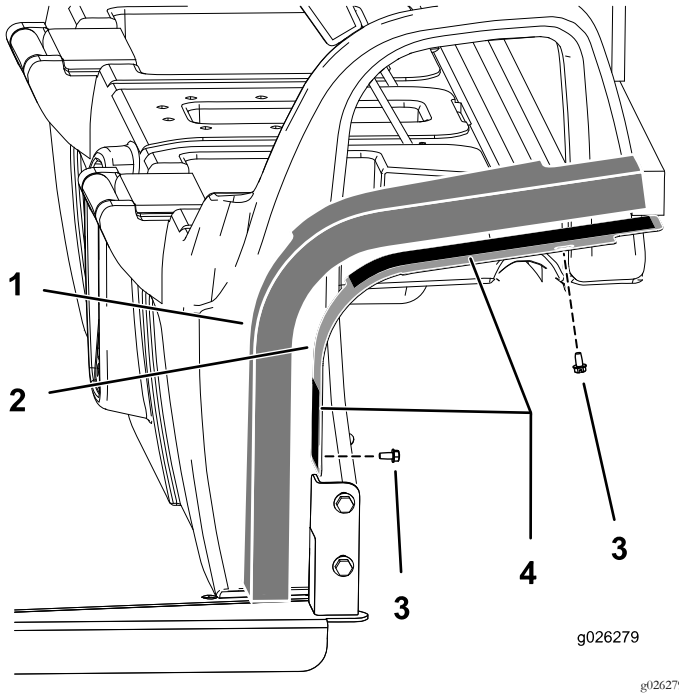

图7
1. 如图7所示用 4 个螺栓 1/4 英寸将安装板固定到驾驶室。
3. 撕下安装板上双面胶带的纸基图7。
4. 将泡沫板安装到总成上 图7。